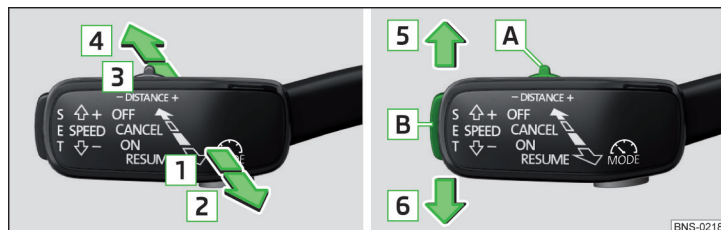

Abb. 283 Bedienungshebel
» Abb. 283
- Die Taste **SET** » **Abb. 283 auf Seite 245** drücken.
- **oder:** Den Hebel in die gefederte Stellung **RESUME** » **Abb. 283 auf Seite 245** einstellen.
- Den Hebel in die gefederte Stellung **CANCEL** » **Abb. 283 auf Seite 245** einstellen.
Die gewünschte Geschwindigkeit wird mit dem Bedienungshebel eingestellt oder geändert » **Abb. 283 auf Seite 245**.
➤ Den Schalter **DISTANCE** in die gefederte Stellung – oder + einstellen » Abb. 283 auf Seite 245.
Ein Beschleunigungsvorgang kann jederzeit durch Betätigung des Bremspedals oder den Druckpunkt **CANCEL** am Bedienungshebel » Abb. 283 auf Seite 245 abgebrochen werden.